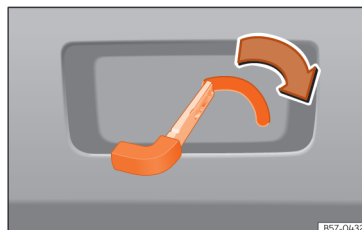

Fig. 61 Pormenor da bagageira: destrancagem de emergência.
- Introduza o palhetão da chave na ranhura e desloque a chave no sentido da seta até que a fechadura desbloqueie >>> Fig. 61.